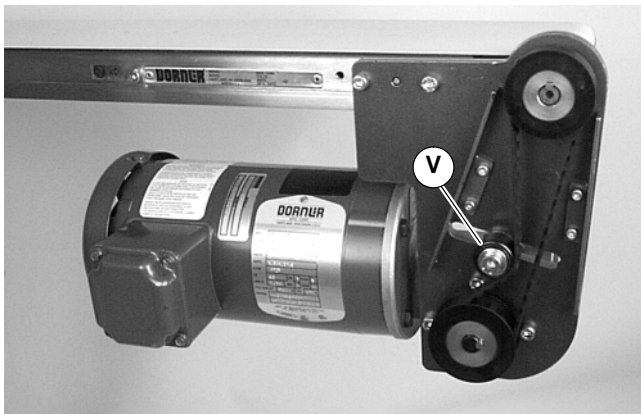

Abbildung 12
2. Spannvorrichtung (V siehe Abbildung 12) lockern.